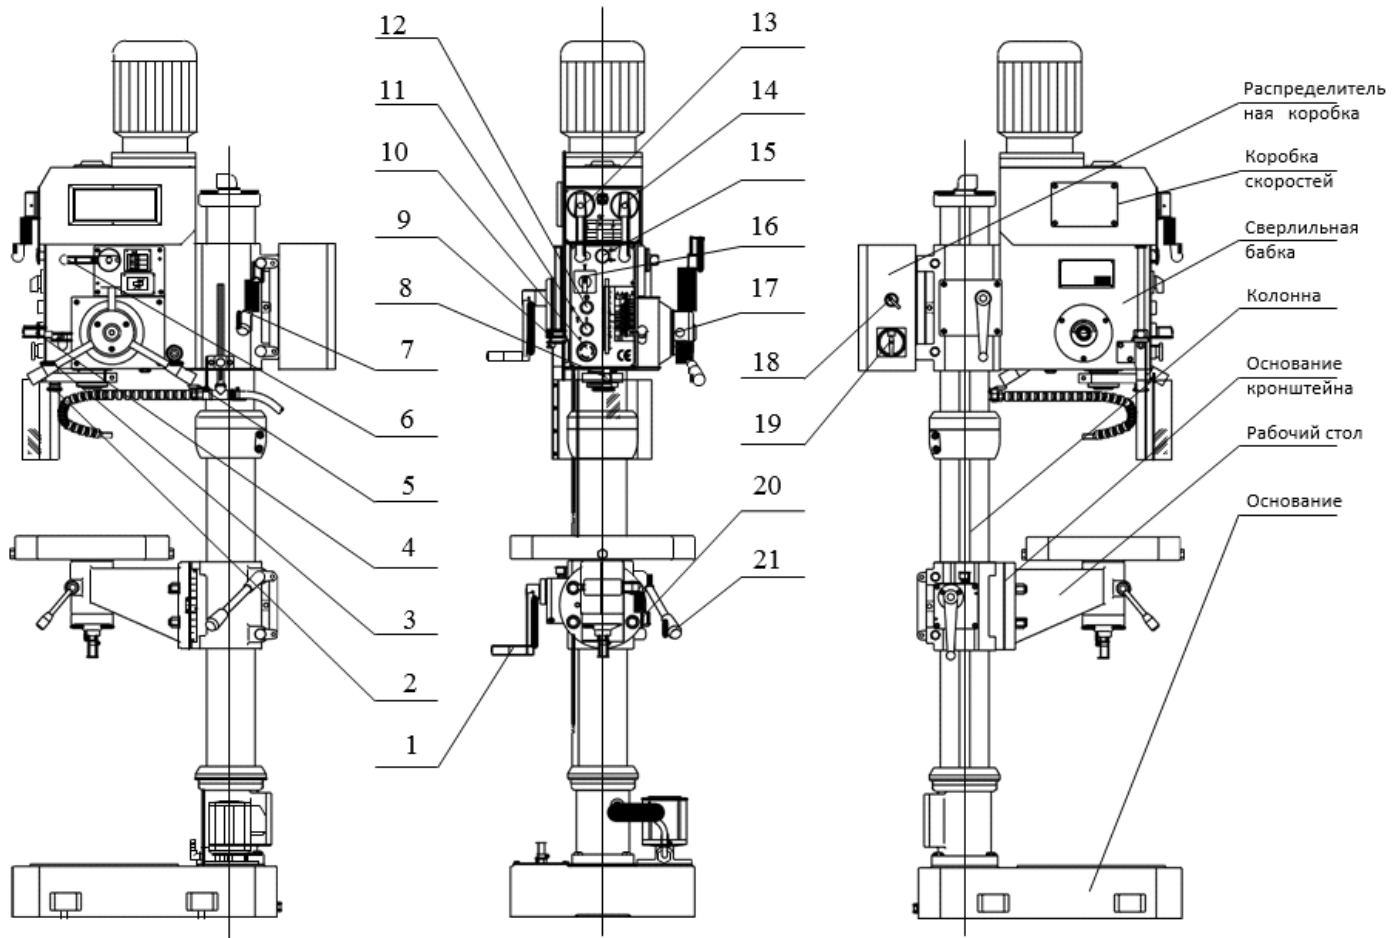

Рис.1
Для включения станка переведите главный выключатель (19, рис.1) в положение «ON». На панели управления головки станка зажжется индикатор сети.
Включите вращение шпинделя, нажав на кнопку (11, рис.1)
Пользуясь таблицей, расположенной на передней части сверлильной головки, выберите необходимую скорость и установите требуемые положения ручек (13, 14, 16, рис.1)
Ручная подача: На сверлильной бабке справа расположены три рычага подачи (3, рис.1) с двумя положениями. Переведите любой из трёх рычагов влево и опустите вниз. Шпиндель начнёт двигаться вниз, если рычаг поворачивать против часовой
Выберите нужную скорость автоподачи по табличным данным на передней части сверлильной головки, и установите ручки (13, 14, 16, б) в требуемое положение. Переведите рычаг подачи (3, рис.1) в правое положение, при этом рычаг (4, рис.1) автоматически поднимется вверх, включится автоподача. Для остановки подачи нажмите рычаг (4, рис.1) до появления звука щелчка, после этого ручки (3, рис.1) автоматически вернуться в левое боковое положение, и подача шпинделя остановится.
Для серийного производства необходимо задать глубину сверления. Для этого существует шкала спереди сверлильной бабки. Ослабьте винт с накаткой (8, рис.1) поворотом рукоятки (2, рис.1), перемещением шкалы задайте нужную глубину, затяните винт (8). Теперь глубина сверления задана.
Поверните рычаг подачи (3) и приблизьте метчик к заготовке. (Рычаг должен быть в левом положении ручной подачи. Нажмите на блокиратор автоподачи (17, рис.1) для предотвращения ее случайного включения. Необходимо приложить некоторое усилие (в зависимости от размера резьбы) для входа метчика в отверстие. При достижении необходимой глубины нарезания резьбы шпиндель поверните ручку (16) против часовой стрелки для выхода метчика.
Остановить станок можно, нажав на кнопку (12, рис.1). Если требуется аварийная остановка при работе, нажмите кнопку аварийной остановки (10, рис.1), что приведёт к отключению станка.
Станок оснащён устройством быстрой смены режущего инструмента, управляемым рукояткой (15, рис.1). Надавите рукоятку (15) в направлении сверлильной бабки, если требуется установка режущего инструмента. При снятии инструмента надо немного выкатить пиноль, вытянуть рукоятку (15), и, придерживая режущий инструмент левой рукой, поднимите пиноль, инструмент выпадет вниз.